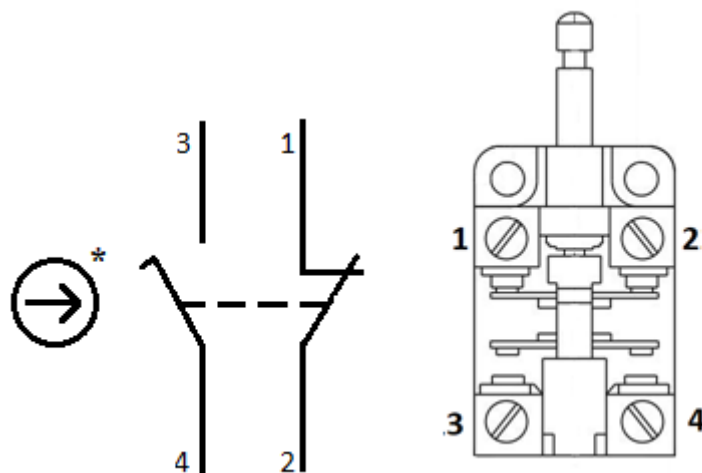

Рисунок 1. Схемы контактов ВПК.
1.3.8 Принципиальная электрическая схема контактов и расположение контактов представлены на рис. 1: